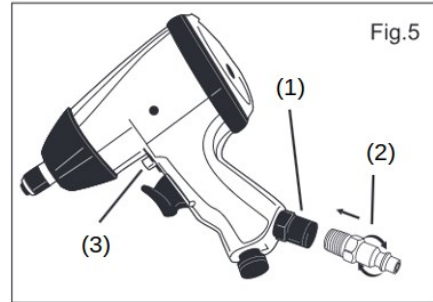

Fig.5
- Preparare un raccordo filettato maschio da ¼" (**Fig. 5, 2**) (non incluso) avvolgendo la filettatura con nastro sigillante in senso orario. Avvitare il raccordo filettato maschio nell'ingresso dell'aria manualmente, come mostrato (**Fig. 5,1**), e stringere con una chiave (non inclusa) per un collegamento a tenuta d'aria.
- Spingere la valvola di controllo in avanti (**Fig. 5, 3**), in modo che l'estremità della valvola avanzi oltre l'azionatore per il funzionamento dell'utensile in senso orario ("forward").